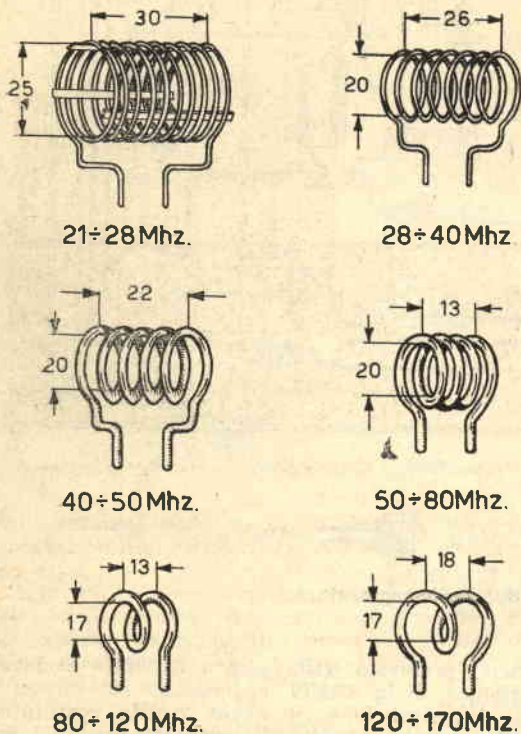

Fig. 3. — Dimensionamento bobine di sintonia.
- Bobina per la gamma dai 50 agli 80 Mhz (vedi fig. 3).
- Bobina per la gamma dagli 80 ai 120 Mhz (vedi fig. 3).
- Bobina per la gamma dai 120 ai 170 Mhz (vedi fig. 3).
rame del diametro che verremo indicando caso per caso. Le bobine risultano avvolte in aria, cioè non provviste di alcun supporto, fatta eccezione — nel caso necessitasse — per quelle riferentesi alla gamma dai 10 ai 15 metri, per le quali ricorremo all'ausilio di listellini in materia plastica per il mantenimento in posizione delle spire (fig. 3).